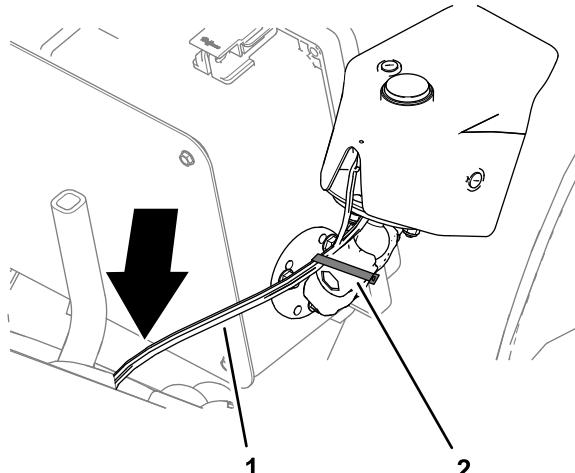

Figure 54
1. Acheminez le faisceau avant du kit le long du bras de l'écran/contrôleur puis vers le bas, le long du tube de support de commande du pulvérisateur (Figure 54).